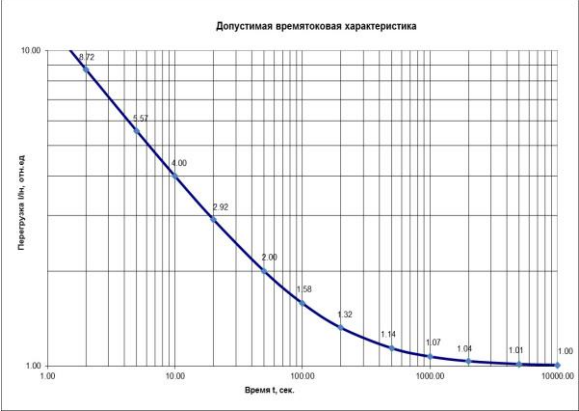

Рисунок 1 – Допустимая времятоковая характеристика асинхронного двигателя
1. Использование устройств контроля тока. Уставки защитной аппаратуры должны соответствовать допустимой времятоковой характеристике двигателя, изображенной на рис. 1.